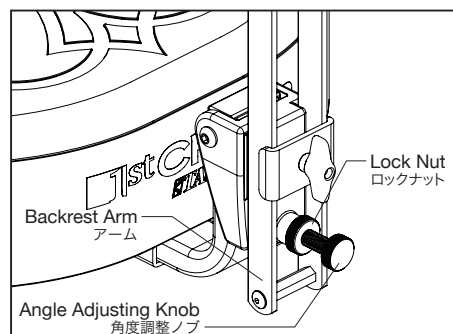

Fig.11 (図11)
- Attach the Backrest arms to the base unit. Now turn the arm retainer 90 degrees as shown in Fig.11. Tighten the T-nut (D) to lock the arm in position.
- バックレストのアーム部をベース部の溝に当て、アームを挟むようにアーム押えを90度回転させた後、Tナット(D)を締めて固定します(図11)。
### Angle Adjustment (Fig.11)
### 角度調整方法 (図11)